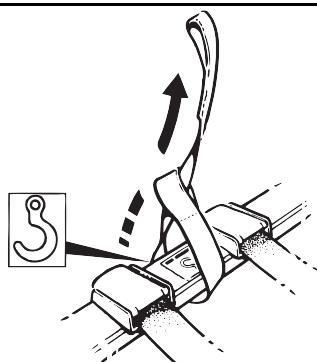

Fig. 56
**PRECAUCIÓN:** Si no están ya instaladas, instale las cuatro correas de suspensión en las posiciones indicadas en las etiquetas de las secciones laterales del bastidor (véase la Fig. 56).